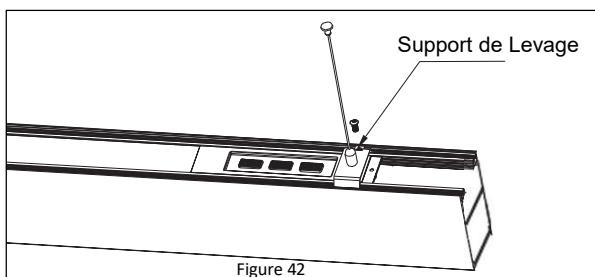

Figure 42
4. Ajustez le support de levage sur le luminaire dans une position permettant la suspension et l'accouplement. **Reportez-vous à la Figure 42.**